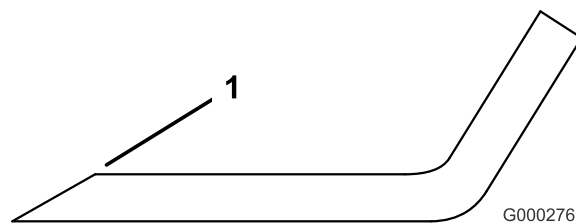

Figure 96
1. Au moyen d'une lime, aigüez les tranchants aux deux extrémités de la lame (Figure 96). Veillez à conserver l'angle de coupe d'origine. Limez la même quantité de métal sur chacun des deux tranchants pour ne pas déséquilibrer la lame.